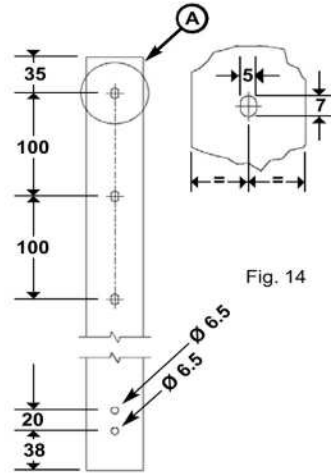

Fig. 14
- Efectúe 3 orificios y 2 agujeros de diámetro 6,5 mm en el dintel **A** que contendrá la varilla vertical del dispositivo ARIETE (Fig.14).